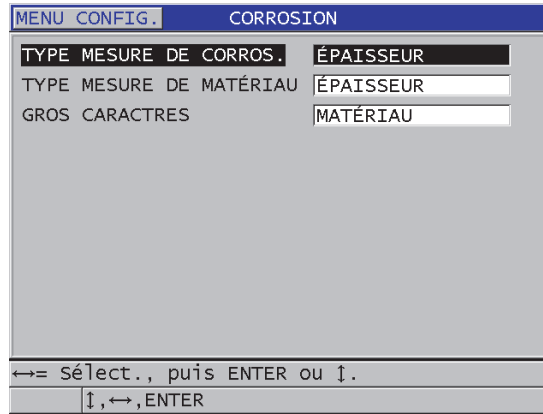

Figure 7-2 Écran CORROSION
9. Dans l'écran **CORROSION** (Figure 7-2 à la page 118), faites ce qui suit :